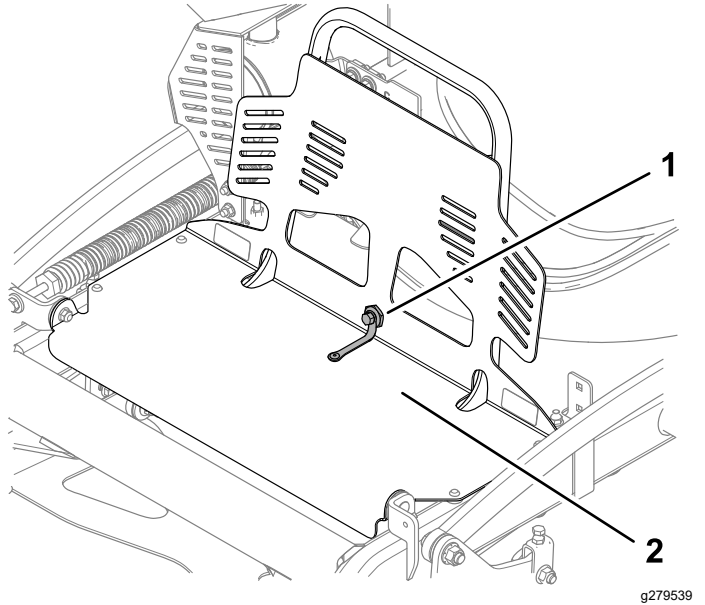

Figura 24
2. Fije el protector del motor en la extensión del protector con el perno y la tuerca de cuello largo, como se muestra en la Figura 24.